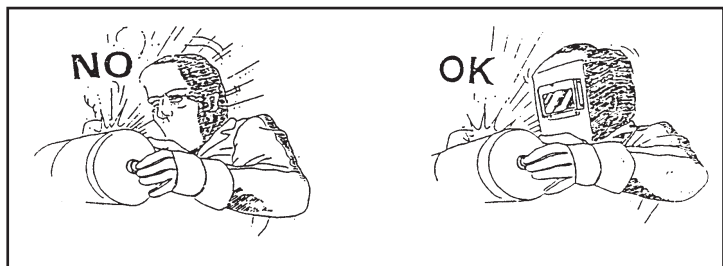

FIGURE 2
**Attention : ne jamais regarder jamais un arc électrique sans une protection visuelle adaptée (Fig. 2).**